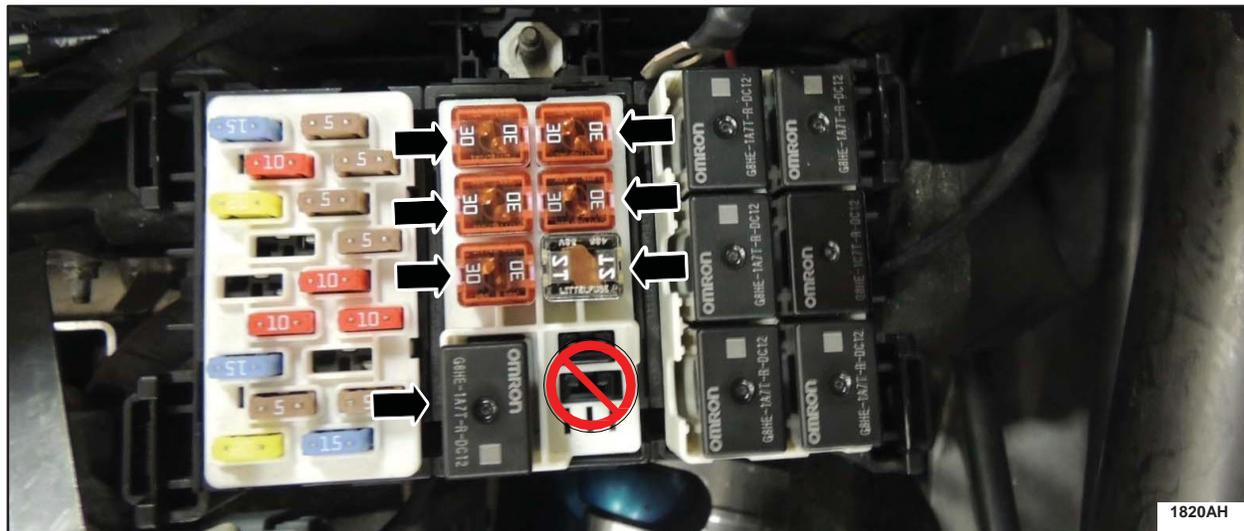

FIGURE 39
43. Installer tous les fusibles et relais, sauf le relais de ventilateur du module TCM, dans la section centrale du boîtier de raccordement auxiliaire (AJB). (Figure 39)